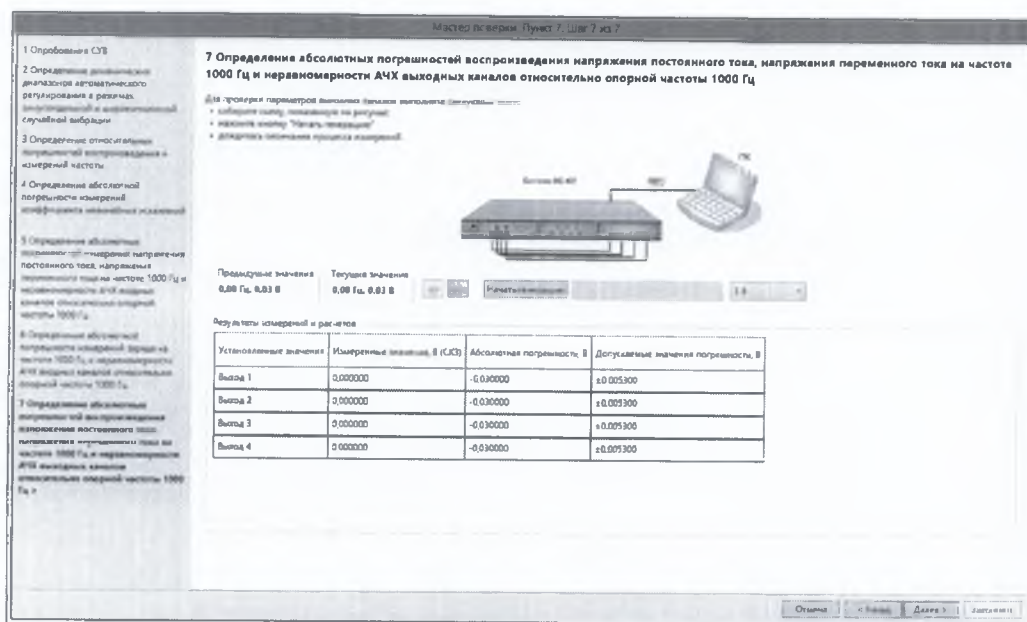

Рисунок 7.2.24
7.2.7.1 Собрать схему, изображенную в окне мастера поверки (рисунок 7.2.24), соединив каждый выходной канал сигналом с одним измерительным каналом в режиме «Линейный».